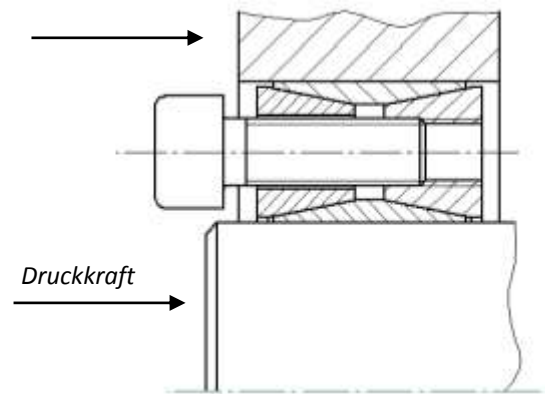

Bild 5) Lösen des vorderen Druckringes
- Klemmt der vordere Druckring, wird durch Druck oder leichte Schläge auf die Welle und Nabe ein Lockern erreicht (siehe Bild 5).